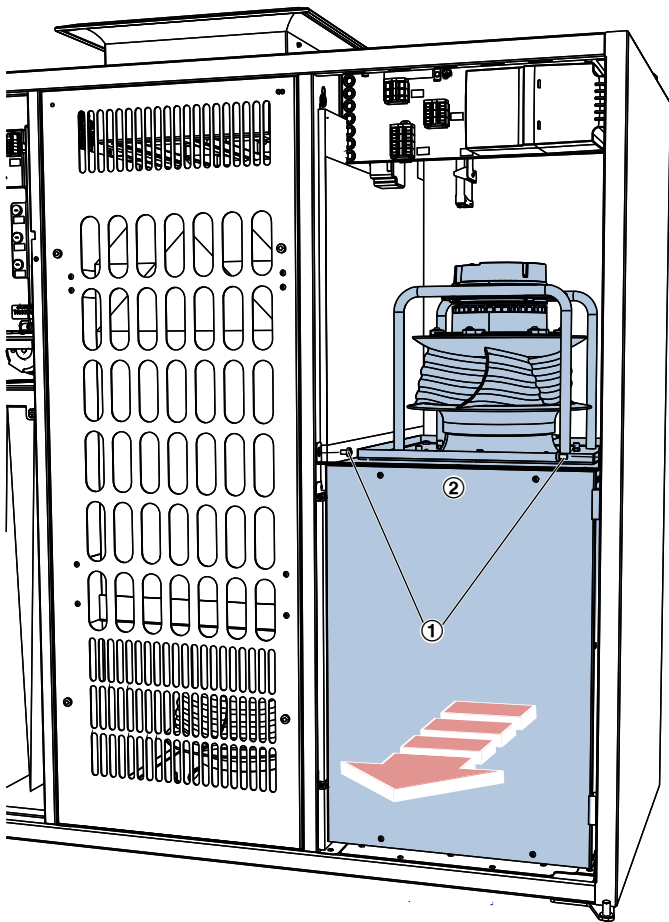

Abb. 12: Abluft-Ventilator und Schalldämpfer entnehmen
6. ▶ Anschlussleitung vom Abluft-Ventilator am Stecker trennen. Schrauben (Abb. 12 /1) lösen und Ventilator mit Schalldämpfer (Abb. 12 /2) nach vorne herausziehen.